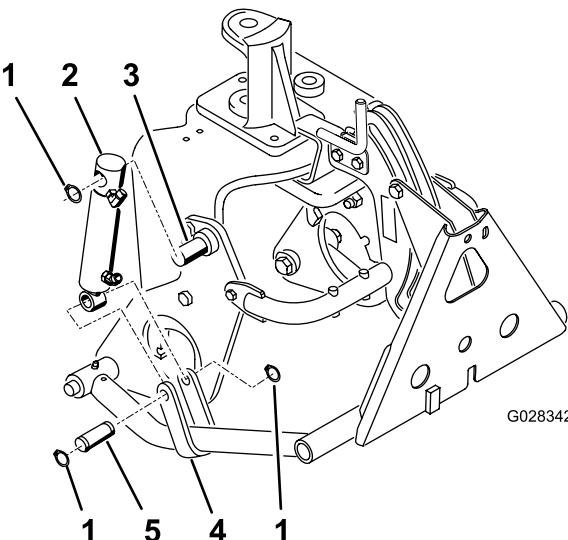

図 18
- 油圧シリンダのバレルの上部を、保持リングを使って右側のプラウプレートのピンに取り付ける(図 18)。
- ピンと保持リング2個を使って、シリンダーロッドをブッシュアームストラップに取り付ける(図 18)。